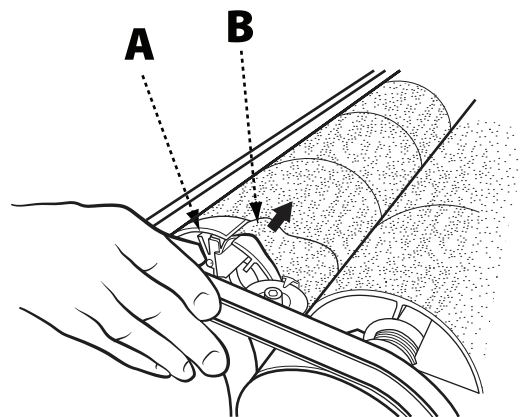

FIG. 4
2. Localisez la pince de verrouillage à ressort (A) sur l'extrémité droite du tambour. Serrez la pince pour l'ouvrir et retirez l'extrémité de la bande abrasive (B) de la fente du tambour. Voir Fig. 4.